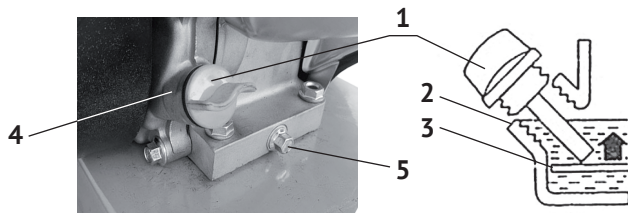

рис.3
Выкрутите пробку-щуп (рис.3 поз.1) из маслозаливной горловины и залейте в картер масло необходимой марки до нижнего края горловины, как показано на рис.3. Вставьте сухой чистый щуп в горловину картера и выньте его. Проверьте уровень масла: граница смоченной области щупа должна располагаться между отметками минимального (рис.3 поз.3) и максимального (рис.3 поз.2) уровней.
- на прогревом до рабочей температуры двигателе, открутите пробку-щуп маслосливной горловины (рис.3 поз.1);
- открутив болт-пробку маслосливного отверстия (рис.3 поз.5), слейте из картера использованное масло;
- залейте масло в горловину, до нижнего края заливного отверстия, как показано на рис.3.